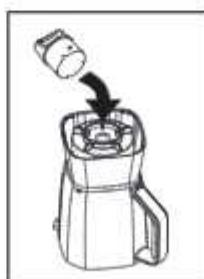

Fig. 17
4. Voltee la parte inferior enroscable para el vaso hacia abajo y colóquelo en la parte inferior roscada del vaso sobre la parte inferior de la cuchilla. Gire hacia la derecha para ajustar (Fig. 17). Asegúrese de que la parte inferior enroscable del vaso esté fija al vaso antes de usar.